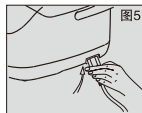

图5
- 5 ★ 电源线一端插入煲体底部的插座上(要插到位)(如图5)，另一端插到电源插座上，通电后，煲体发出“BI”一长声，数码屏瞬间全显示，所有指示灯全亮，随后数码屏显示“—”，“开始”灯闪烁，其余指示灯熄灭，此时电饭煲处于待机状态。